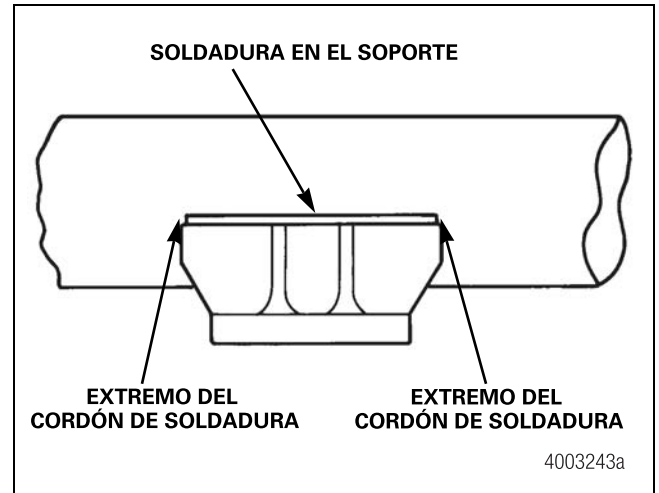

Figura 7.13
- Las fisuras de eje tienden a aparecer en el extremo de las soldaduras de fijación de los soportes. Es fundamental evitar las imperfecciones de soldadura como, por ejemplo, cráteres, indentaciones marginales y fusión deficiente en estos puntos. Algunos métodos para evitar tales imperfecciones incluyen el uso de parámetros de soldadura correctos, arrancar y parar el arco a una distancia corta de los extremos del cordón de soldadura y mantener la posición y longitud correctas del arco. Figura 7.13.